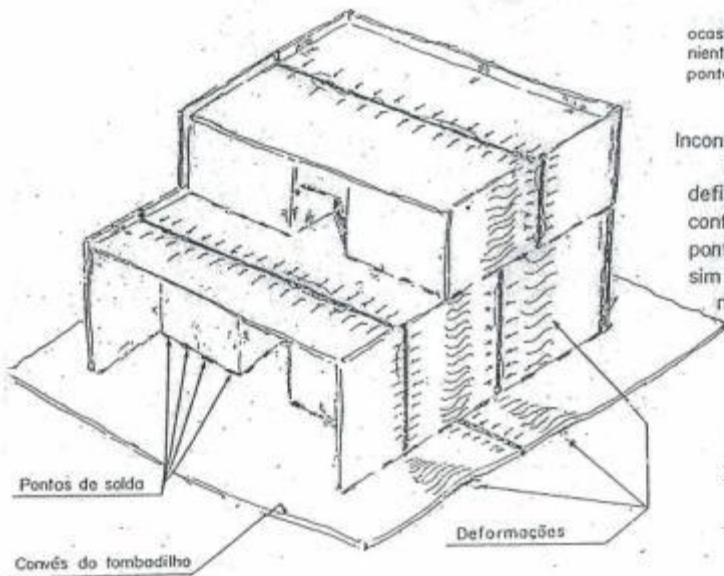

Fig. 18
- f) Sequência inadequada de montagem ____ Fig.18